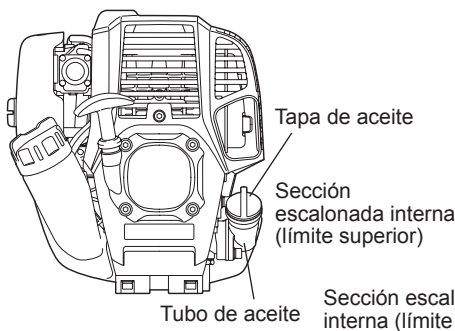

Fig. 1
- Coloque el motor en una posición nivelada, extraiga la tapa del aceite (Fig. 1) y compruebe si hay aceite en el intervalo entre las marcas del límite inferior y el límite superior del tubo de aceite (Fig. 2).